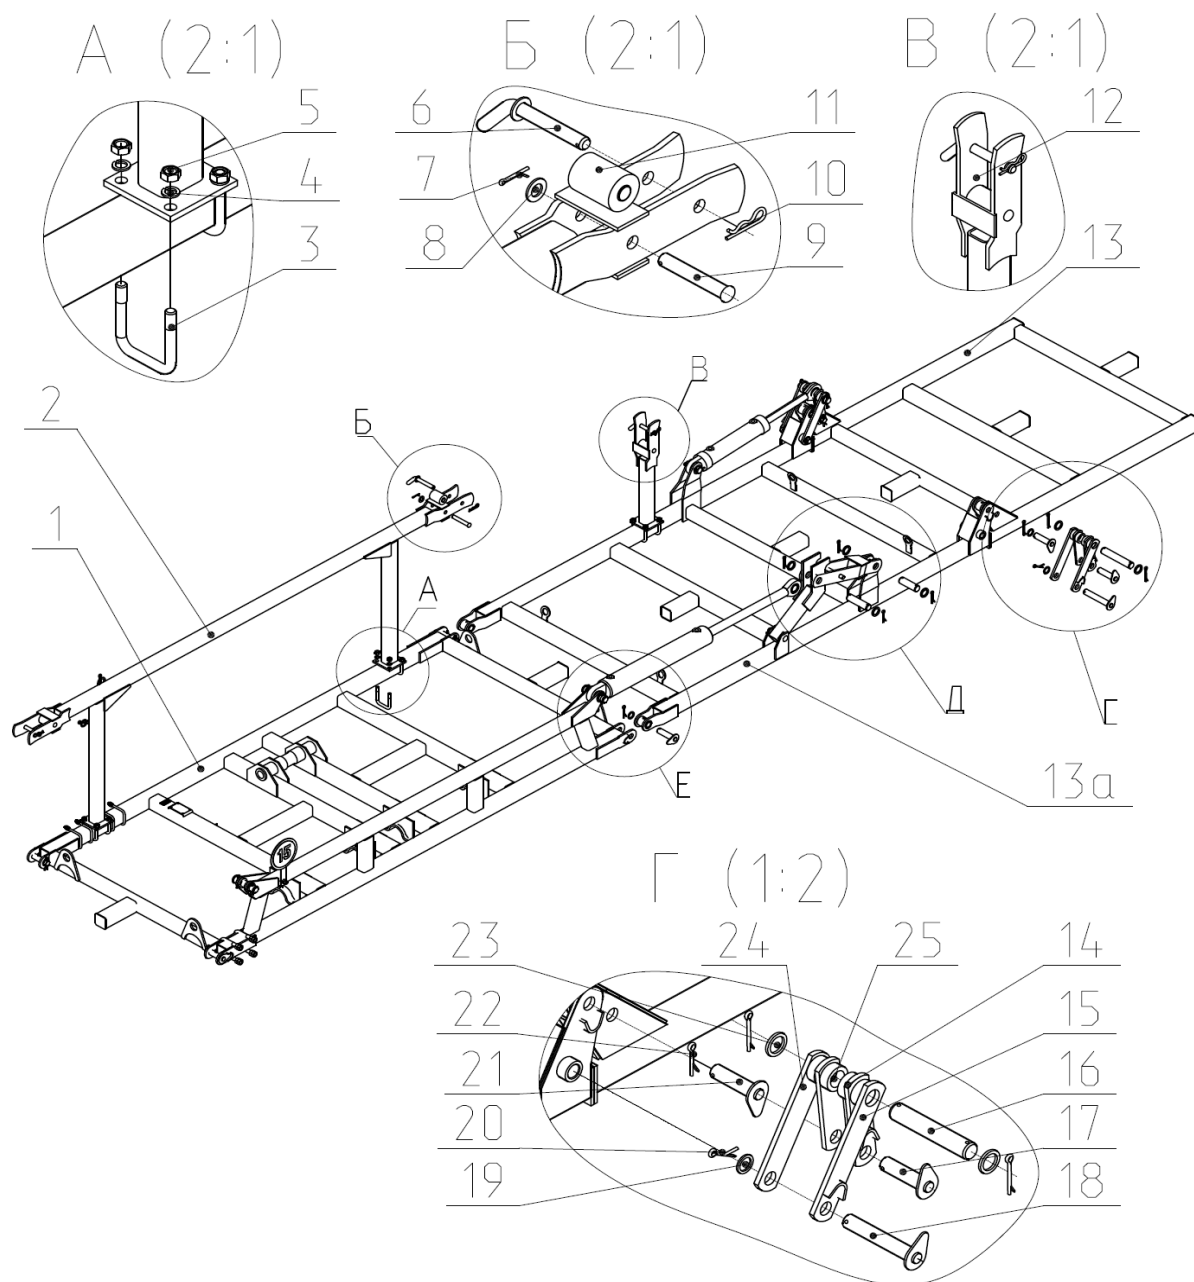

Рис.3 Центральная и боковые секции.
2.5 Для фиксации крайних, боковых секций рамы в транспортном положении предусмотрены стойки 12 (рис.3), установленные на средних секциях, а фиксация сложенных боковых секций производится фиксатором 2 закрепленным на переднем бруске центральной секции.
2.8 Рама культиватора (Рис.3) имеет шарнирно-секционное устройство и состоит из центральной секции 1 и двух средних секций (крыльев) и двух крайних крыла 13, которые представляют собой сварную плоскую трубчатую конструкцию, являясь несущей частью культиватора.
Рис.3а Центральная и боковые секции (продолжение).